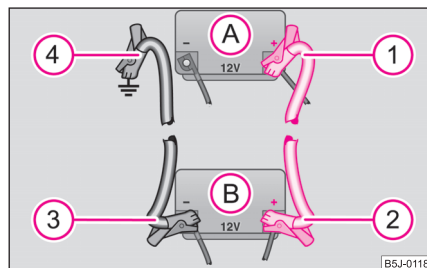

Fig. 165 Executarea pornirii cu ajutorul bateriei altui autovehicul: A - bateria descărcată, B - bateria furnizoare de curent
- Prindeți un capăt la polul plus ① ⇒ fig. 165 al bateriei descărcate ①.
- Prindeți celălalt capăt la polul plus ② al bateriei care furnizează curent ②.